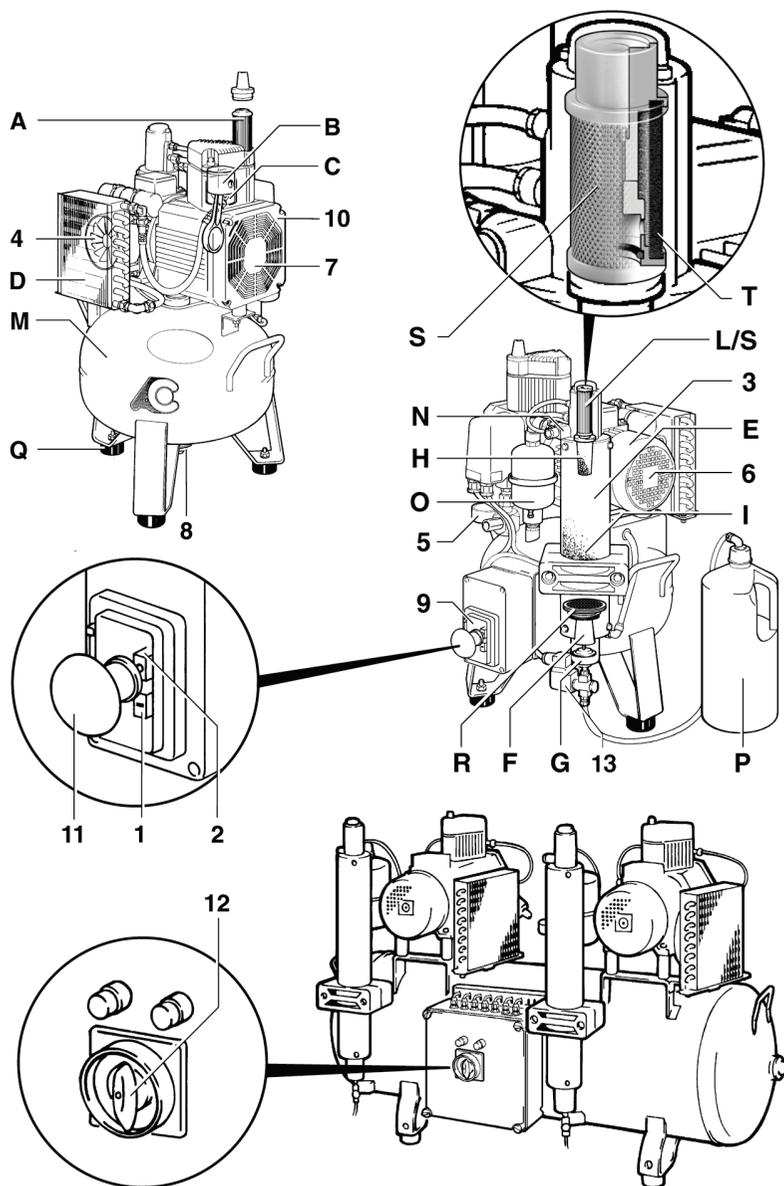

Рис. 1
Если компрессор установлен в пыльном помещении или там, где в него могут попасть крупные частицы мусора, песок, сухие листья и т. п., нужно очень часто очищать и заменять фильтры на головках компрессора. Если компрессор установлен в чистом помещении, то достаточно очищать фильтр (А) (см. рис. 1) каждые 3 месяца и заменять его каждые 6 месяцев. Если установлен стерилизующий фильтр Balston (S), изготовитель рекомендует стерилизовать его в автоклаве при температуре 135°C по меньшей мере каждые 6 месяцев, но не более 20 раз. При снятии фильтра Balston рекомендуется надеть одноразовые перчатки и сразу же поместить фильтр в автоклав.
Когда компрессор подключен к электросети и воздушной магистрали, для включения нажмите черную кнопку (1) (см. рис.1).
Состав компрессора представлен на рис. 1
Воздух в компрессоре несколько раз фильтруется и проходит через силикагелевую смесь, которая адсорбирует влагу в температурном диапазоне от +5°C до +35°C. Перерыв в работе, необходимый каждому компрессору, используется для восстановления силикагеля (см. ниже). Профильтрованный и осушенный воздух считается пригодным для инструментов и безопасен для лечения зубов с гигиенической точки зрения. Качество воздуха может быть улучшено с помощью стерилизующего фильтра (S) (см. рис. 1), установленного на выходе. Фильтр-картридж "SA" Balston с фильтрующей сеткой (T) из микроволокон боросиликатного стекла с эффективностью 99,9999+% поглощает частицы 0,01 м. Фильтры Balston можно стерилизовать в автоклаве при температуре 135°C (max. 20 циклов); при использовании чистого воздуха срок службы фильтра около 1 года, если условия работы не потребуют более частой замены фильтра. Воздух считается чистым, если, проходя по достаточно короткому трубопроводу, не вызывает термических напряжений.
Воздух попадает в цилиндр через фильтр (А) (см. рис. 1), где происходит его предварительная очистка, этот фильтр удерживает атмосферную пыль, гарантируя чистоту воздуха и обеспечивая тем самым нормальную работу поршней и цилиндров. Движение поршня (В) внутри цилиндра (С) осуществляется без смазки, покрытие поршня совместимо с покрытием внутренней части цилиндра, и поэтому не происходит существенного износа их поверхностей в результате трения.